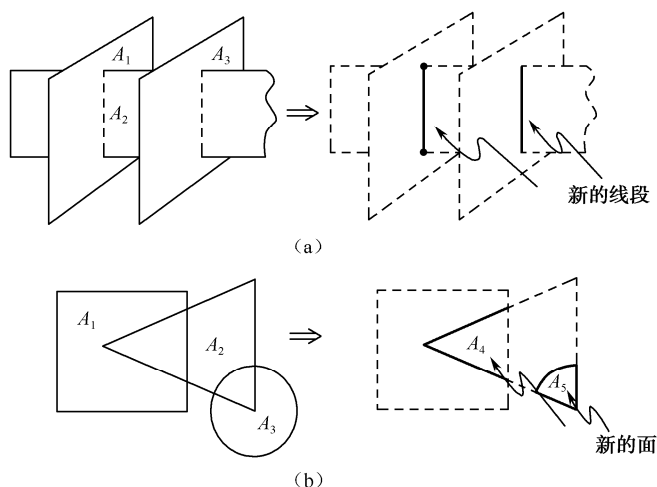

图 2-9 面的两两相交示意图
(8) 面的两两相交：生成新的线或面，其示意图如图 2-9 所示。